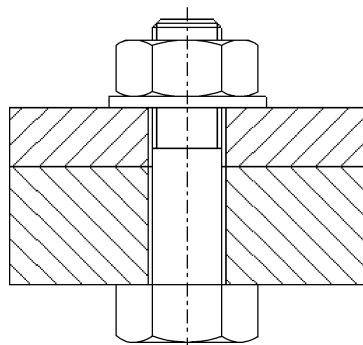

图10-256 原工程图
(1) 打开文件“liti10-17. drw”，主视图如图10-256所示。